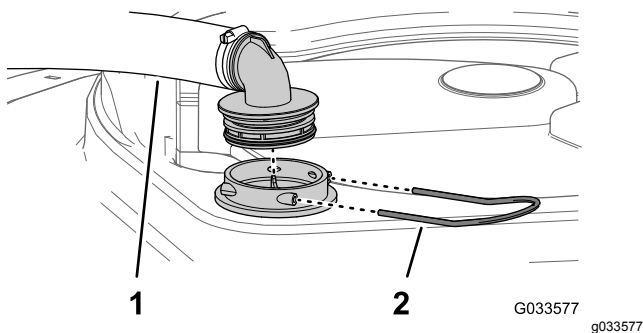

Bild 101
2. Nehmen Sie oben am Sprühbehälter den Halter ab, mit dem das Schlauchanschlussstück befestigt ist, das am dicken Schlauch und dem Filtergehäuse angeschlossen ist (Bild 101).
3. Nehmen Sie den Schlauch und das Schlauchanschlussstück vom Filtergehäuse ab (Bild 101).